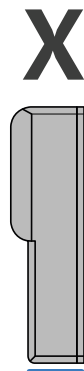

Рис.12. Положение срабатывания.
- **Использование датчика положения.** Данный способ позволяет определять выгрузку мусорного контейнера с установленной беспроводной меткой по перевероту устройства в заданное положение срабатывания. При выборе этого способа в качестве положения срабатывания устанавливается положение X (**Рис.12**). Данный способ контроля выгрузки мусорных баков является менее энергозатратным вариантом.